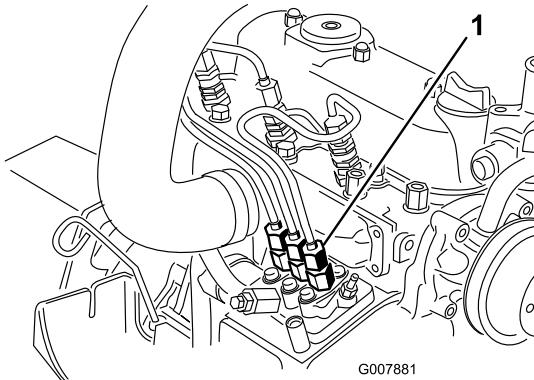

Figura 49
1. Coloque un trapo debajo del conector del tubo que viene desde la bomba de inyección a la boquilla del inyector N° 1, según muestra Figura 49.